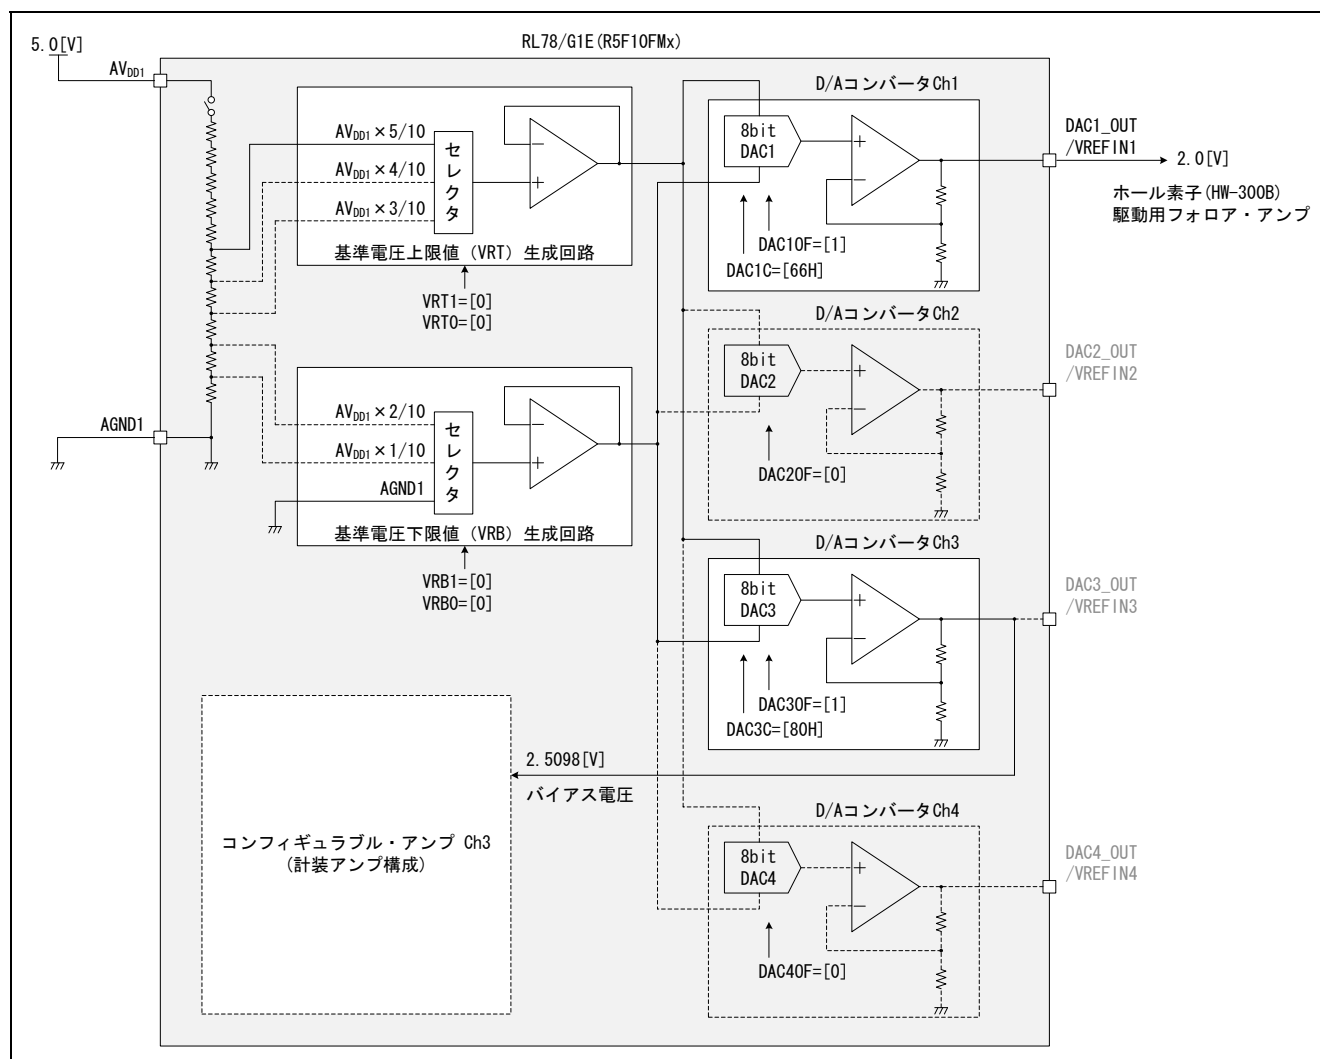

図 6.4 D/A コンバータのブロック図
- D/A コンバータ Ch1 ~ Ch4 のブロック図を図 6.4に示します。